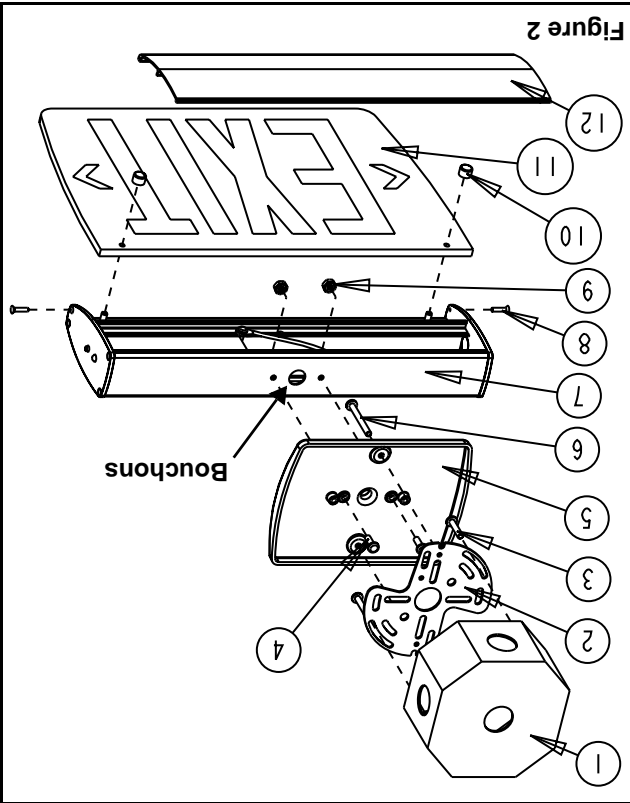

Figure 2
#### Ceiling or End mount (See Figure 2 & 3)
- a. For ceiling mount: remove plugs (see figure 2)
**Montage en extrémité ou au plafond (voir fig. 2 et 3)**
dessus du boîtier (voir fig. 2).